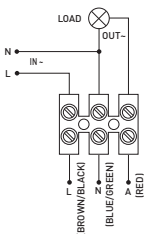

Рис. 5 – Подключение датчика MW-704
2. Подключить к датчику питание и нагрузку в соответствии со схемой подключения (рис. 5).